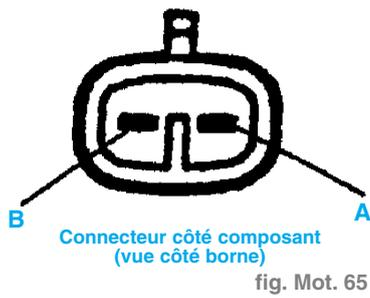

fig. Mot. 65
- Vérifier la résistance entre les bornes dans la position suivantes : (fig. Mot. 65)